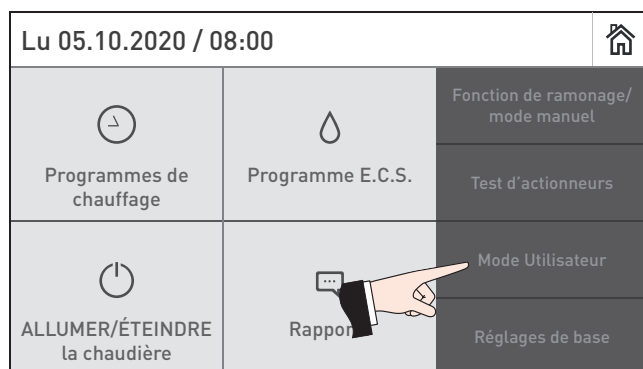
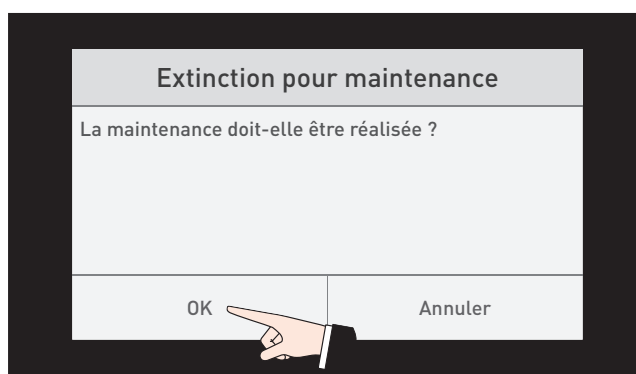
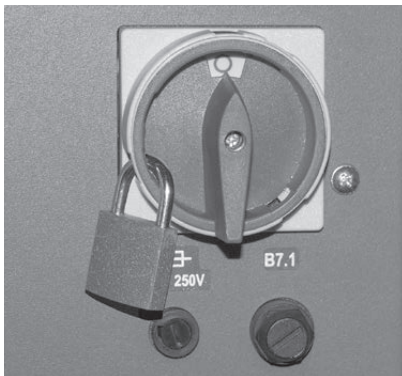

Fig. 60 Mode utilisateur
Fig. 62 OK → Eteindre la chaudière
Fig. 63 Mettre l'interrupteur principal en position « O » et le sécuriser contre toute remise en circuit à l'aide d'un cadenas
- Pour le nettoyage général, toujours éteindre préalablement la chaudière via « Mode utilisateur » → « Extinction pour maintenance » → « OK » (Fig. 60 à Fig. 62 sur la page 34) et attendre jusqu'à ce que la phase d'extinction soit terminée.
- Pour le nettoyage général, toujours éteindre préalablement la chaudière via « Mode utilisateur » → « Extinction pour maintenance » → « OK » (Fig. 60 à Fig. 62) et attendre jusqu'à ce que la phase d'extinction soit terminée.
- Toujours éteindre préalablement la chaudière via « Mode utilisateur » → « Extinction pour maintenance » → « OK » (Fig. 60 à Fig. 62) et attendre que la phase d'extinction soit terminée (cette phase peut durer 1 heure), puis mettre la chaudière hors tension à l'aide de l'interrupteur principal et la sécuriser contre toute remise en circuit – Fig. 63.
- ▶ Pour le nettoyage général, toujours éteindre préalablement la chaudière via « Mode utilisateur » → « Extinction pour maintenance » → « OK » (Fig. 60 à Fig. 62 sur la page 34) et attendre jusqu'à ce que la phase d'extinction soit terminée.
- ▶ Toujours éteindre préalablement la chaudière via « Mode utilisateur » → « Extinction pour maintenance » → « OK » (Fig. 60 à Fig. 62 sur la page 34) et attendre que la phase d'extinction soit terminée (cette phase peut durer 1 heure), puis mettre la chaudière hors tension à l'aide de l'interrupteur principal et la sécuriser contre toute remise en circuit – Fig. 63 sur la page 35.